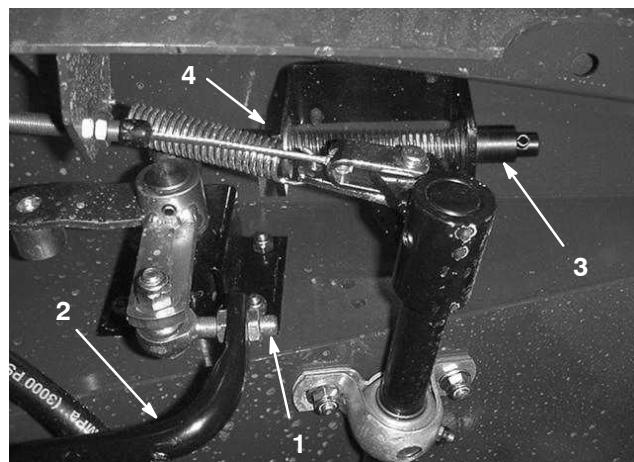

Bild 66
3. Lockern Sie die Klemmmuttern am Stangenende und stellen die Länge der Fahrpedalstange (Bild 66) so ein, dass das Pedal den Anschlag zum gleichen Zeitpunkt erreicht, zu dem der Pumpenhebel seinen vollen Ausschlag erreicht. Ziehen Sie dann die Klemmmuttern fest.